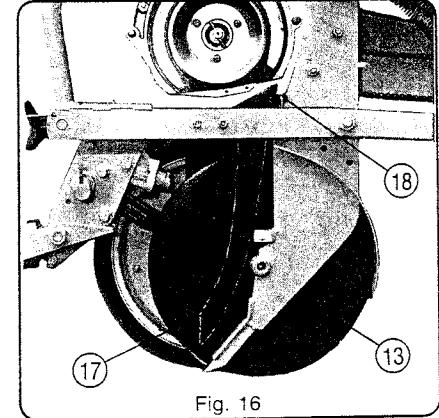

Fig. 16
Avant toute nouvelle campagne et même en cours de campagne, vérifier l'état des goujots de descente (17) : de leur bon état dépendra la régularité du semis. Ne pas hésiter à les remplacer si elles sont usées ou détériorées. Pour les démonter retirer l'axe (18) après avoir enlevé une des roues jauge et un disque ouvreur (fig. 16).